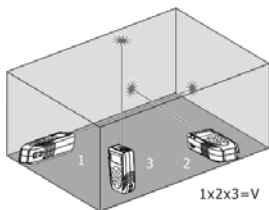

Fig. 8: Esempio di misura di Volume
3. Premere il tasto  o il tasto laterale **MEAS** per eseguire la prima misura (lunghezza) della superficie (vedere Fig. 8). Il valore corrispondente è inserito nel primo display parziale. Il simbolo "" è mostrato con lato "1" lampeggiante
4. Premere nuovamente il tasto  o il tasto laterale **MEAS** per eseguire la seconda misura (larghezza) della superficie (vedere Fig. 8). Il valore corrispondente è inserito nel secondo display parziale. Il valore dell'area corrispondente è mostrato nel display risultante. Il simbolo "" è mostrato con lato "2" lampeggiante
5. Premere ancora il tasto  o il tasto laterale **MEAS** per eseguire la terza misura (altezza) (vedere Fig. 8). Il valore totale del volume è mostrato nel display risultante display principale